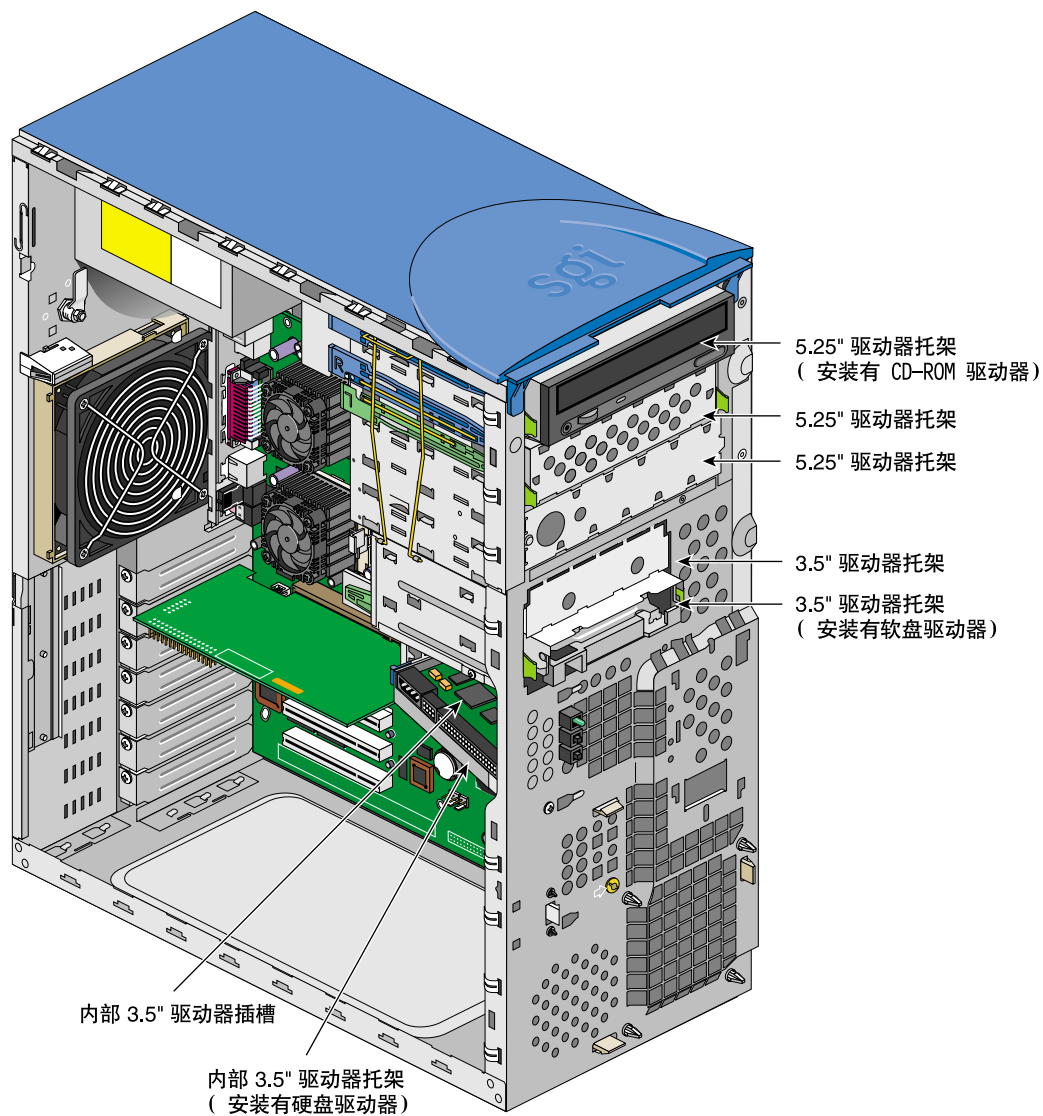

图 1-5 5.25 英寸和 3.5 英寸驱动器托架
- **Silicon Graphics 330 VisualWorkstatio** 有三个 5.25 英寸驱动器托架和四个 3.5 英寸驱动器托架，如图 1-5 所示。三个 5.25 英寸驱动器托架都可以从前面板的外部接触到。两个 3.25 英寸驱动器托架位于前面板上，另外两个在机箱内，可以在机架内部接触到。